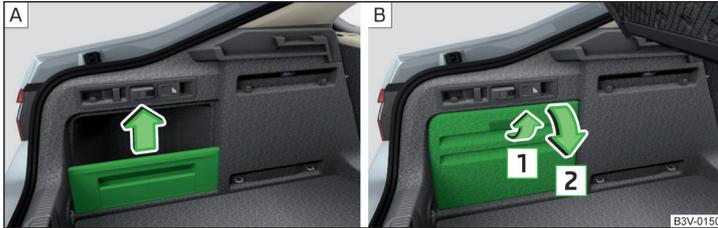

Abb. 150 Seitenablage herausnehmen / Seitenfach öffnen
- Die Seitenfächer an den beiden Gepäckraumseiten öffnen und herausnehmen » Abb. 150 auf Seite 115 - **B**.
An den beiden Gepäckraumseiten befinden sich je nach Fahrzeugausstattung Seitenablagen » Abb. 150 - [A] oder abschließbare Seitenfächer » Abb. 150 - [B].
➤ Die Ablagefachabdeckung in Pfeilrichtung **abnehmen** » Abb. 150 - [A].
➤ Zum **Öffnen** den Griff in Pfeilrichtung  ziehen und das Fach in Pfeilrichtung  öffnen » Abb. 150 - [B]. Das Fach kann herausgenommen werden.
- Die Seitenfächer an den beiden Gepäckraumseiten öffnen » Abb. 150 auf Seite 115 - **B**.